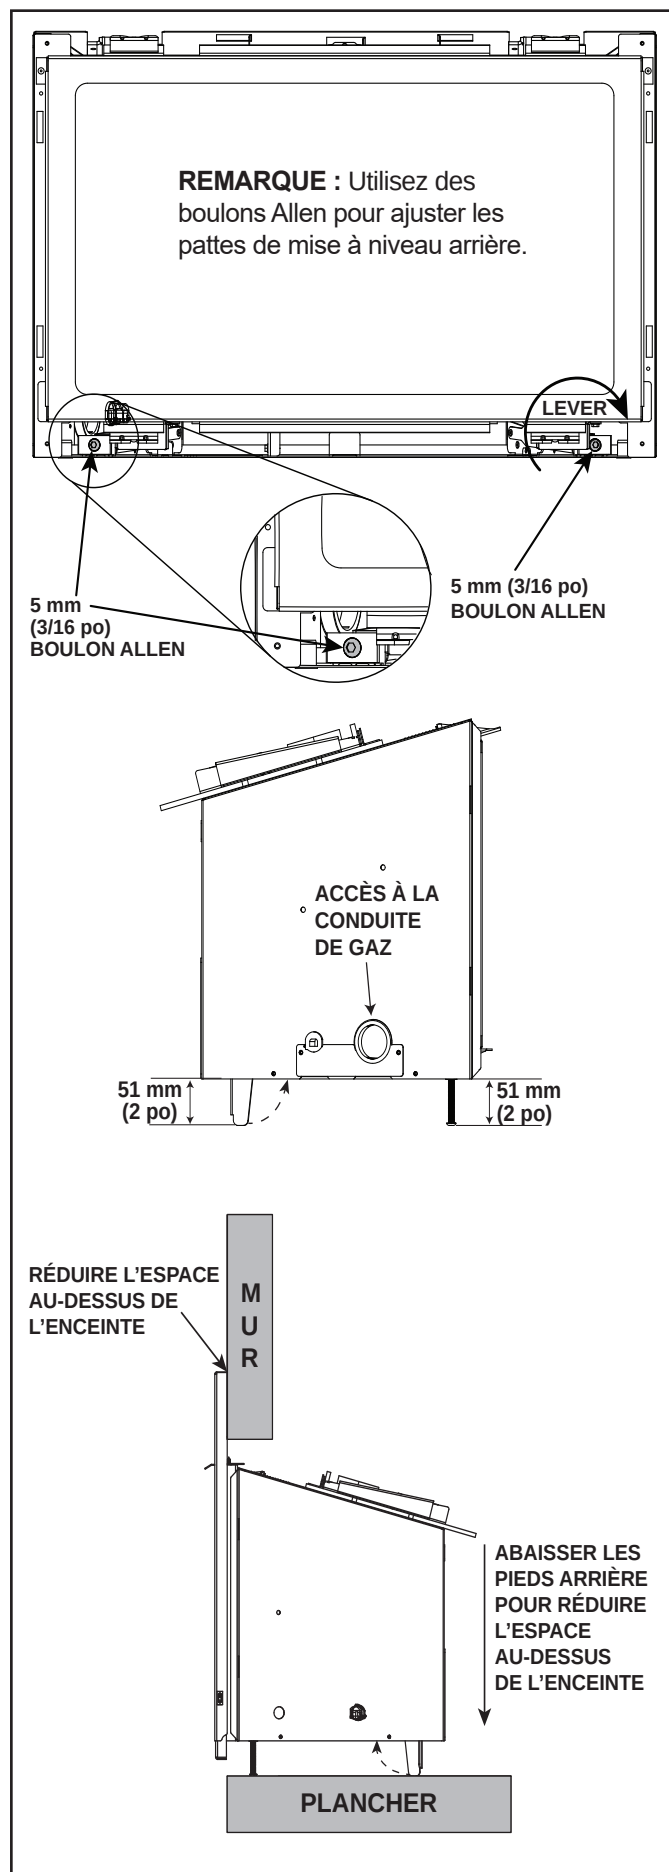

Figure 5.6 Détails sur les pieds de mise à niveau
- Installez l'arrivée du gaz dans le trou du côté. Voir la figure 5.6.